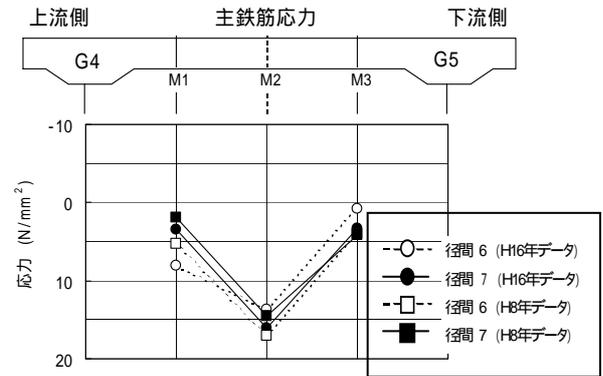

図3 主鉄筋応力度
(1) 載荷試験：床版の変位は、径間6において変位の増加が見られたが微少な値であり、鉄筋および主桁応力（図3、4参照）は、ほぼ一致した値であった。これらの測定値は、前回のデータ（10年前）とほぼ一致した値であることおよび解析値より小さな値であることから、両径間とも合成効果を有しており、健全な状態（耐荷力）を維持していると判断できる。
(2) 床版コンクリートのコア採取による調査・分析：中性化深さは、1.5mm～14.6mmとばらつきはあるが進行は遅く、中性化残りも10mm以上であった。圧縮強度も34.5N/mmあり、コンクリートは健全と判断できる。